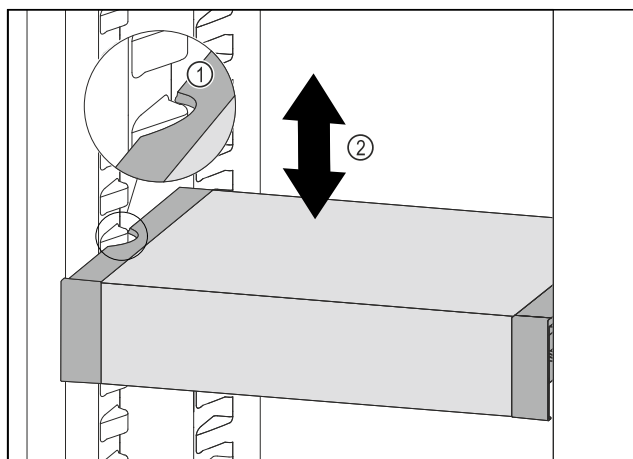

Fig. 103
- Vedä VarioSafe-laatikkoa ulospäin, kunnes VarioSafen sivuilla olevat lovet ovat jääkaappiosassa olevien kotelo-kiilojen tasolla. Fig. 103 (1)
- Siirrä VarioSafe-laatikkoa ylös- tai alaspäin jääkaappiosassa haluttuun korkeuteen. Fig. 103 (2)